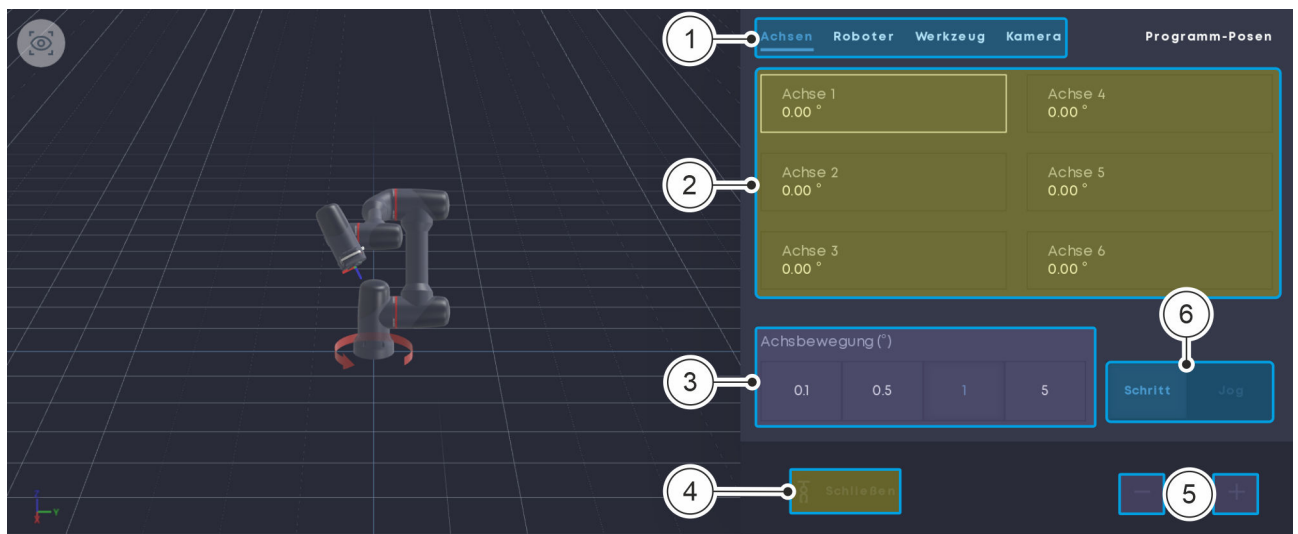

Abb. 32 Menü „Steuerung“
- Das Menü „Steuerung“ öffnet sich Abb. 32.
- Aus den Registerkarten das gewünschte Koordinatensystem auswählen Abb. 32 / \(1\).
- Achse auswählen, für die eine Bewegung ausgeführt werden soll Abb. 32 / \(2\).
04. Verfahrensmethode auswählen **Abb. 32/⑥**:
05. Winkelschrittweite oder Winkelgeschwindigkeit auswählen **Abb. 32/③**.
06. Auf die Plus- oder Minusschaltfläche klicken, um den Roboter entlang der ausgewählten Achse vor- oder zurückzubewegen **Abb. 32/⑤**.
Um die mit dem Medienflansch verbundene Greifereinheit zu öffnen oder zu schließen, auf die Schaltfläche „Öffnen“ oder „Schließen“ klicken **Abb. 32/④**.